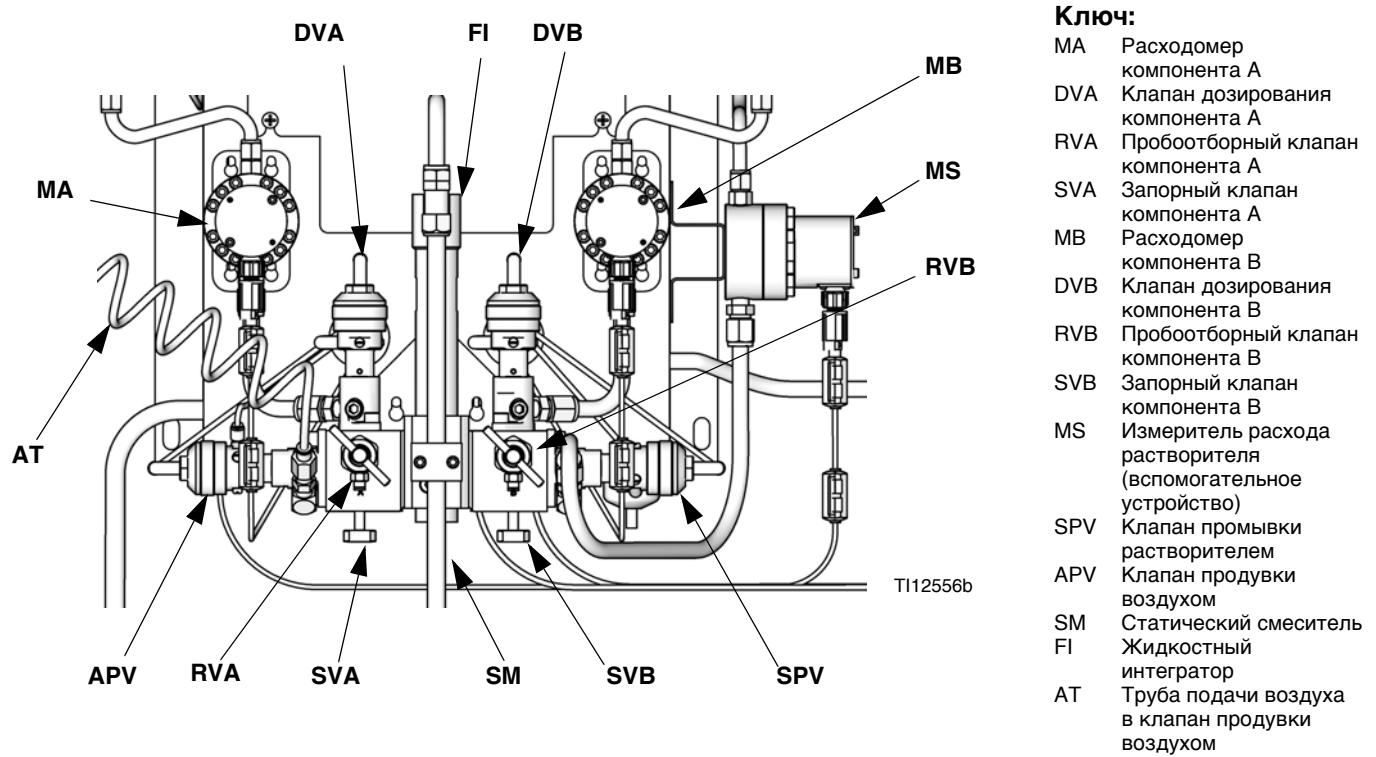

Рис. 3. Настенная жидкостная станция
- Перекройте подачу жидкости к клапану промывки растворителем (SPV) и подачу воздуха к клапану продувки воздухом (APV), Рис. 3.
2. Закройте запорный клапан на стороне А (SVA), см. Рис. 3. Откройте пробоотборный клапан на стороне А (RVA).
8. Откройте запорный клапан на стороне А (SVA), см. Рис. 3. Закройте пробоотборный клапан на стороне А (RVA).